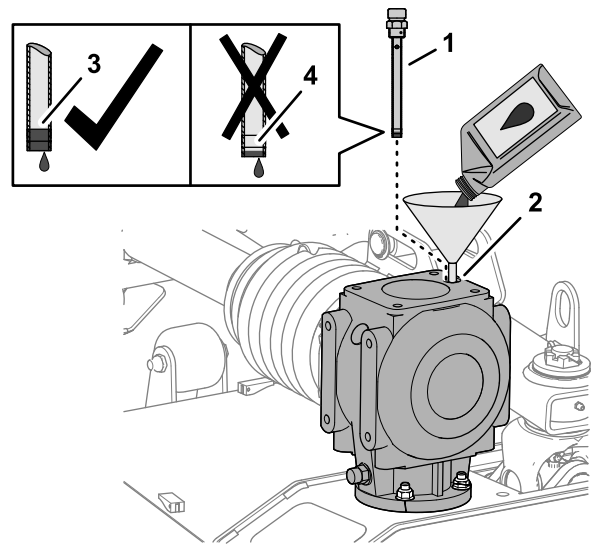

Figura 63
1. Aggiungete 1.064 ml del lubrificante per ingranaggi specificato nella scatola ingranaggi attraverso l'apertura per l'asta di livello (Figura 63).
2. Avvitare l'asta di livello nel foro, togliete l'asta di livello e controllate il livello del lubrificante (Figura 63).
4. Avvitare l'asta di livello nel foro di riempimento e serrate l'asta di livello (Figura 63).